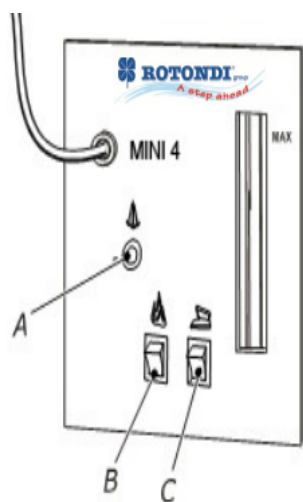
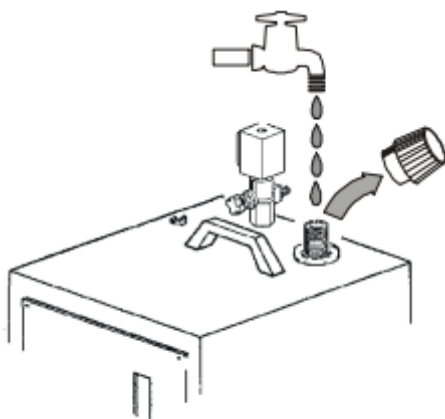
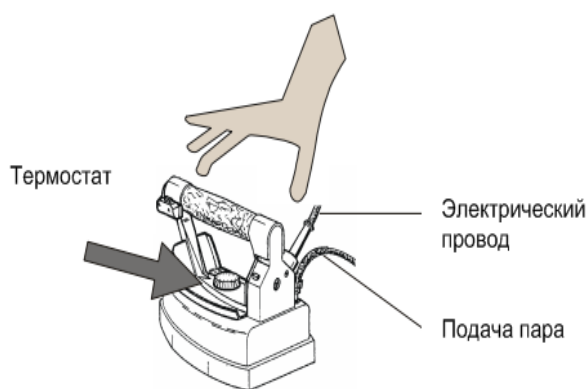

рис. 2
рис. 4
рис. 5
3. Включите парогенератор (рис. 2, В). Через пять минут включите утюг (рис 2, С), выставьте термостат на отметку “cotton” (рис. 5).
Если уровень воды в бойлере ниже нижней отметки, или пар идет не постоянно, то нужно залить бойлер. Для этого отключите парогенератор от сети, отвернуть крышку заливного отверстия, подождать несколько минут, после чего можно выполнять заливку бойлера (рис. 4). Заверните крышку заливного отверстия, включите парогенератор (рис. 2 В). Дождитесь, пока погаснет лампочка на парогенераторе, теперь утюг готов к работе.
Выключите парогенератор и утюг (рис. 2 В и С). Отключите парогенератор от сети. Дождитесь полного остывания воды. Осторожно отвинтите аварийный клапан, затем наклоните парогенератор в правую сторону, так что бы вышла вся вода, затем поставьте парогенератор в прежнее положение.